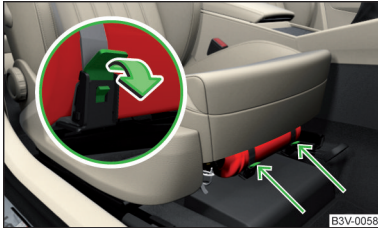

Fig. 228
- Pentru **scoaterea** extinctorului, desprindeți siguranțele de la cele două chingi în sensul săgeții » fig. 228 și scoateți extinctorul.